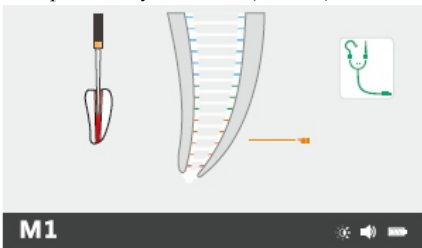

Рис. 18 Коронарная и средняя области
- Движение эндофайла от коронарной и средней областей в направлении зоны апекса показывается на изображении всего корневого канала зуба, при непрерывном движении эндофайла вглубь канала (Рис. 18).